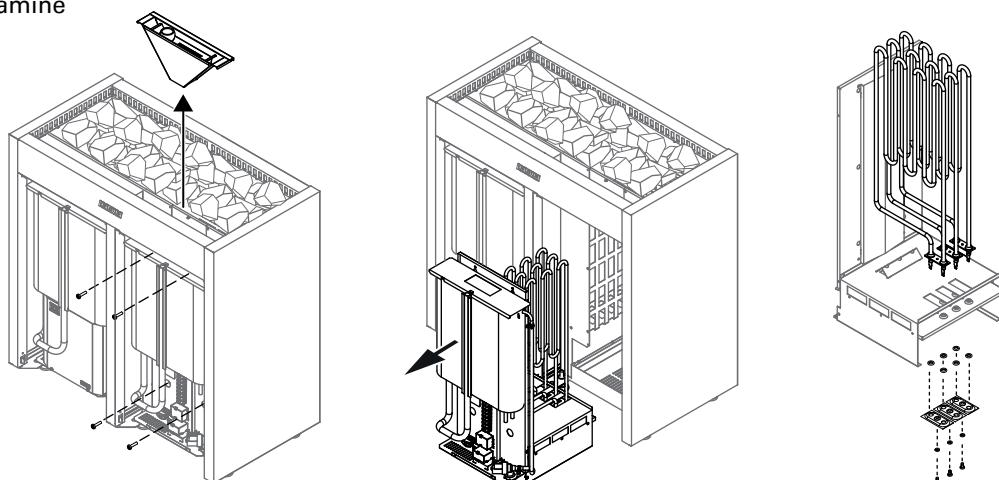

Рисунок 6.
Каменку подсоединяют к водопроводной сети с холодной водой с помощью гибкого соединительного шланга. Кроме того, линия подсоединения к воде должна быть оборудована запорным вентилем и обратным клапаном. См. рис. 6. Пол сауны или умывального помещения должен быть оборудован напольным колодцем на случай повреждения шлангов или их течи. Следуйте местным правилам по установке сантехоборудования.
- Каменка гибким проводом подсоединяется к соединительной коробке (рис. 6: 3) на стене сауны. Соединительная коробка должна быть брызгозащищенной и находиться на расстоянии не выше 500 мм от пола.
- В качестве кабеля (рис. 6: 2) следует использовать резиновый кабель типа H07RN-F или подобный.
См. рис. 6.